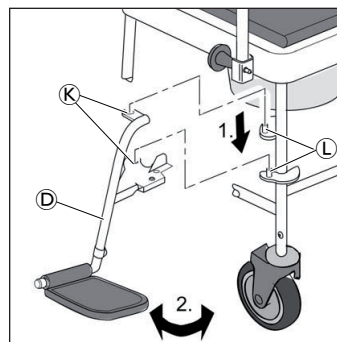

Fig. 4
5. Fußstützen **D** auf beiden Seiten von der Seite durch die Bohrungen **K** in die Aufnahmestifte **L** einsetzen (Fig. 4).
5. Insérez par le côté les repose-pieds **D** des deux côtés, dans les orifices **K** des broches de fixation **L** (Fig. 4).